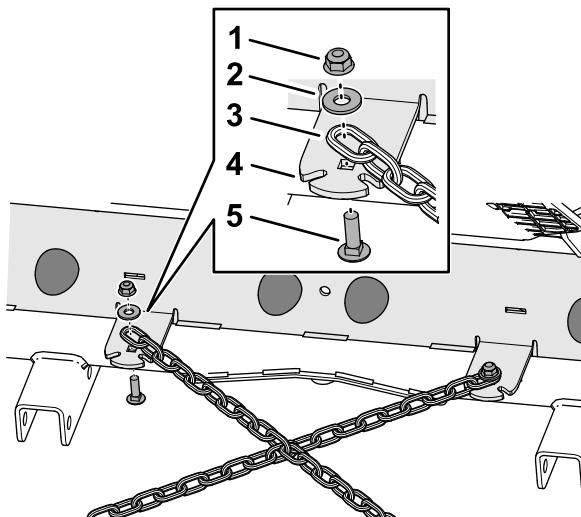

Figure 5
2. Placez le dernier maillon d'une courte chaîne d'attelage en face du trou dans la patte prévue pour la chaîne de la plaque du cadre arrière (Figure 5).
3. Fixez la chaîne sur la patte à l'aide d'un boulon de carrosserie (5/16 x 1 po), d'une rondelle ($\frac{3}{8}$ x $\frac{7}{8}$ po) et d'un contre-écrou à embase (5/16 po), comme montré à la Figure 5.